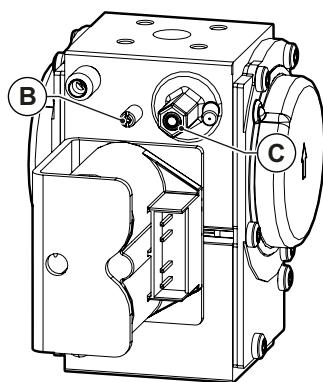
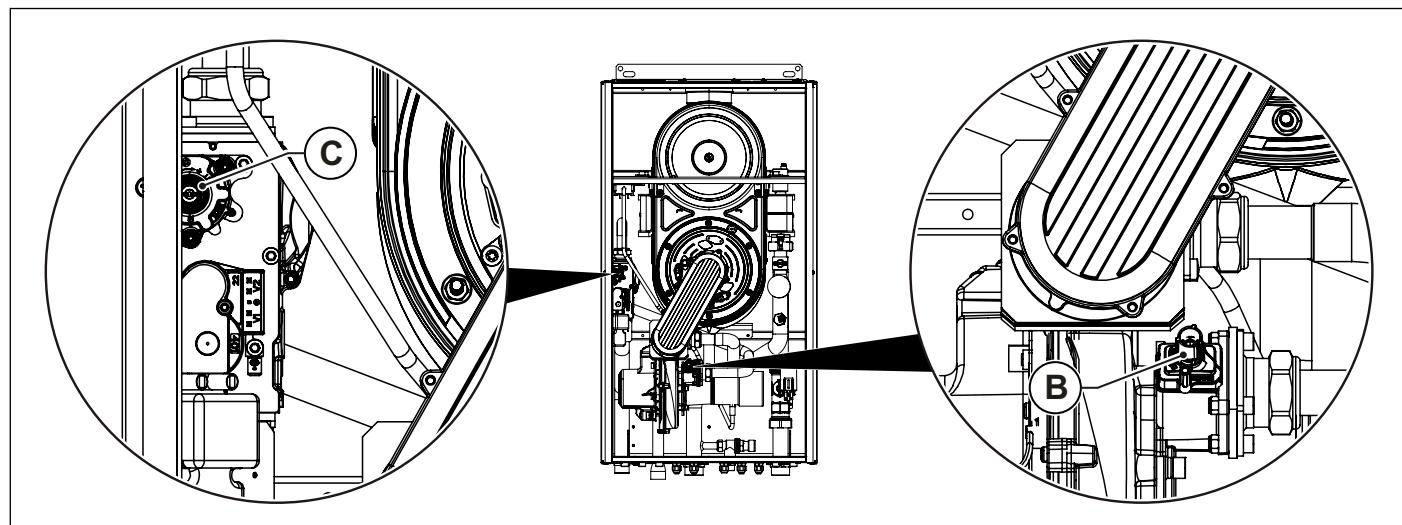

Fig. 44 Reglare valoare dioxid de carbon KR 85 - KR 120
Fig. 45 Reglare valoare dioxid de carbon KR 150
- Reglați valoarea dioxidului de carbon (CO2) din gazele arse, rotind regulatorul de raport **B** (vezi Fig. 44 Reglare valoare dioxid de carbon KR 85 - KR 120 și Fig. 45 Reglare valoare dioxid de carbon KR 150) și asigurați-vă că reîntră în limitele din Tab. 1 Date de calibrare KR 85 și a Tab. 2 Date de calibrare KR 120 și a Tab. 3 Date de calibrare KR 150.
- Reglați valoarea dioxidului de carbon (CO2) din gazele arse, rotind regulatorul **C** (vezi Fig. 44 Reglare valoare dioxid de carbon KR 85 - KR 120 și Fig. 45 Reglare valoare dioxid de carbon KR 150) și asigurați-vă că reîntră în limitele din Tab. 1 Date de calibrare KR 85 și a Tab. 2 Date de calibrare KR 120 și a Tab. 3 Date de calibrare KR 150.